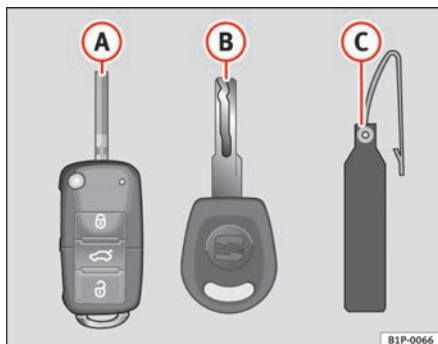

Fig. 41 Juego de llaves
- una llave con mando a distancia ⇒ fig. 41 (A)
- una llave sin mando (B),
- un llavero de plástico (C) con el número de la llave.
Sólo es posible hacer duplicados con el número de la llave del llavero de plástico ⇒ fig. 41 (B). Por este motivo: